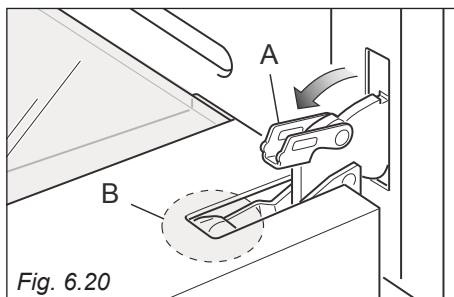
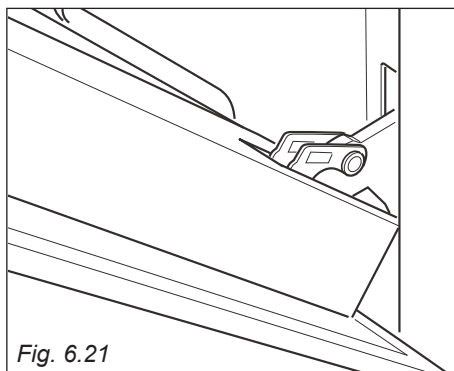

Fig. 6.20
Fig. 6.21
- Aprire completamente la leva "A" delle cerniere destra e sinistra (fig. 6.20).
- Socchiudere dolcemente la porta (fig. 6.21) fino a quando le leve "A" delle cerniere destra e sinistra si agganciano alla parte "B" della porta (fig. 6.20).
1. Assicurarsi che la porta sia bloccata aperta (vedere fig. 6.21).